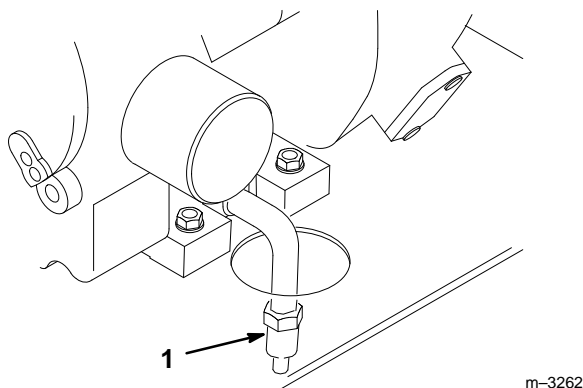

Figure 25
4. Placer un récipient sous l'ouverture de vidange d'huile. Dévisser le bouchon de 1/8 de tour vers la gauche, et le retirer pour vidanger l'huile (Fig. 25).